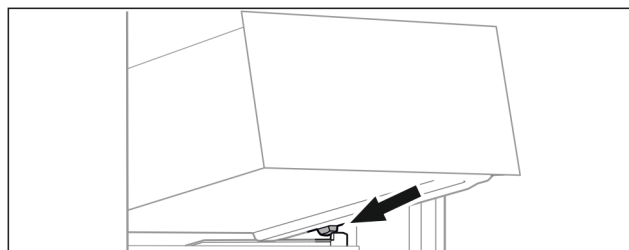

Fig. 119
- Vendosni sirtarin pjertras prapa ndaluesve mbi brinjën e kutisë. (shihni Fig. 119)